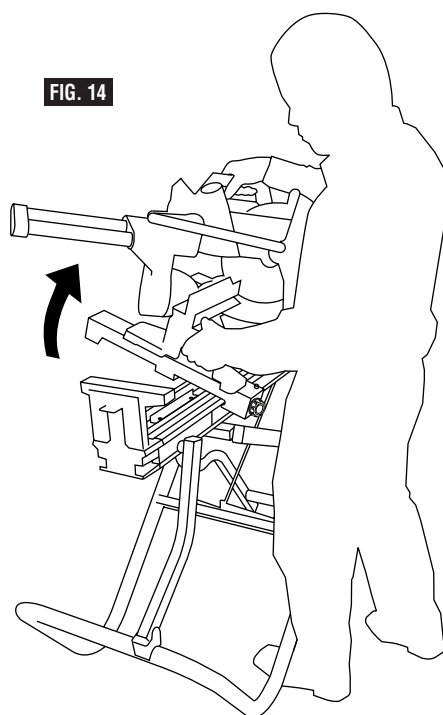

FIG. 14
2. Localisez les poignées de transport à la base de la scie. Mettez une main sur la poignée du bas de la scie et l'autre sur la poignée du haut de la scie si cela est possible, comme illustré à la Figure 14. Tout en tenant fermement la scie, inclinez-la (avec les pièces de fixation de l'outil toujours attachées) vers vous et soulevez-la du support.